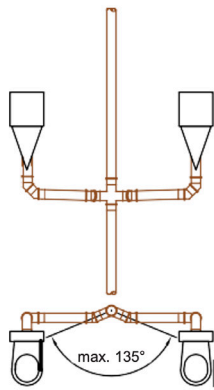
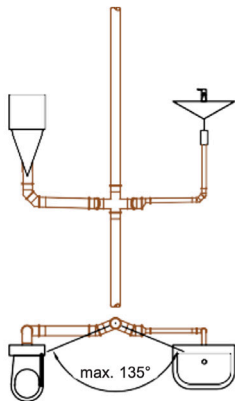

Fig.6.
Fig.7.
- Legarea WC-urilor (fig.6.) sau a diferitelor instalații (ex. WC și duș; fig.7.) cu ramificații duble de maxim 135°.